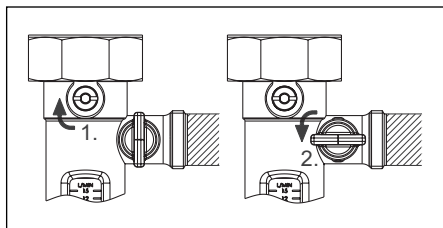

Abb. 6.15 Sperrventil und Entleerungskugelhahn
3. Schließen Sie den oberen Kugelhahn an der Durchflussmess- und Einstellvorrichtung, indem Sie die Stellschraube in die waagerechte Position drehen. Öffnen Sie den seitlichen Kugelhahn am selben Bauteil mit einer 90°-Drehung nach links Abb. 6.15).